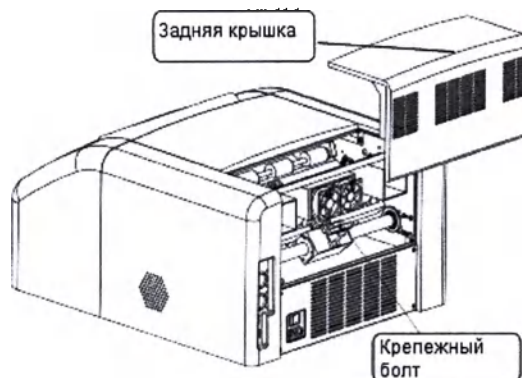

Рисунок 26 – Снятие задней крышки
- открыть заднюю крышку и ослабить крепежный болт (Рисунок 26);